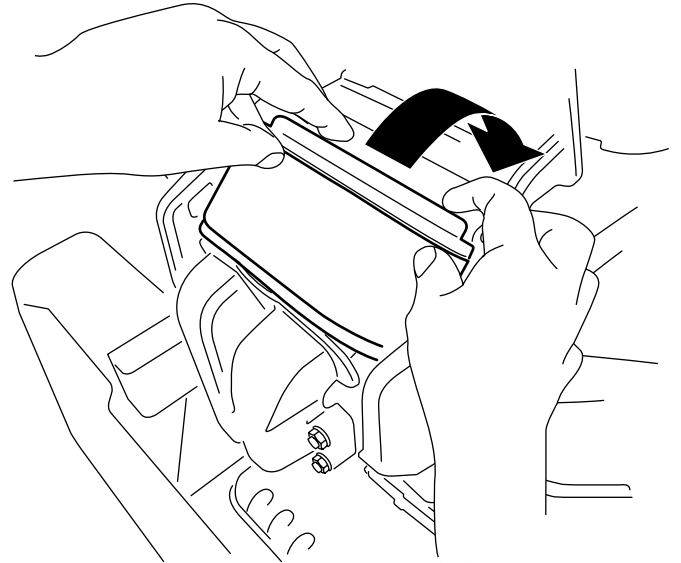

Figure 32
3. Tournez le filtre pour l'insérer dans la chambre et enfoncez-le complètement contre le collecteur (Figure 32).